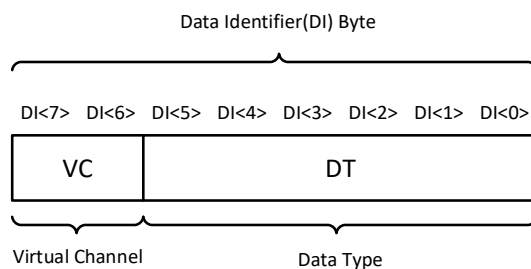

图 1-11 MIPI 数据包 DI 结构
包传输示意图。图 1-11 中，DI 包括两部分，分别是虚拟通道 (VC) 和数据类型 (DT)。默